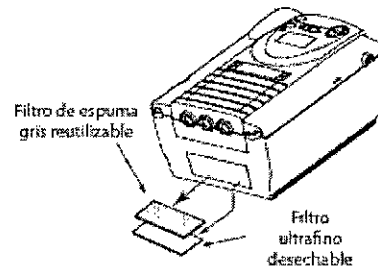

Figura 9-2 Extracción de los filtros de aire
3. Extraiga los filtros de su compartimiento tal como se muestra en la figura 9-2. El filtro superior es el filtro de espuma gris reutilizable. El filtro inferior es el filtro ultrafino blanco desechable.